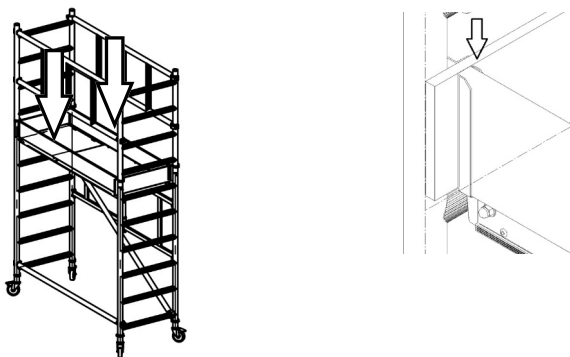

Rys. 20. Montaż bramek stabilizujących
11. Od wewnętrznej strony drabin nadstawki należy zamontować bramki stabilizujące (2 szt.). Należy sprawdzić prawidłowe zapięcie zabezpieczeń haków (Rys. 20).